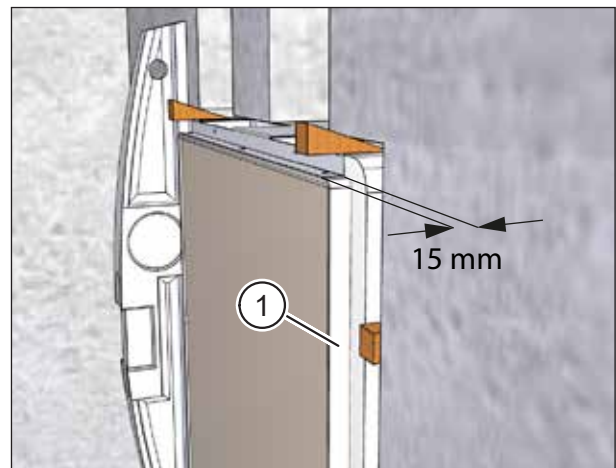

Abb. 24: Putzrahmentiefe 15 mm
Die Putzrahmentiefe beträgt 15 mm (siehe Abb. 24).
- ▶ Ist die Innenwand nicht lotrecht oder nicht eben, richten Sie die Frontfläche des Putzrahmens (Pos. 1 in Abb. 24) parallel zu einer senkrecht verlaufenden Putzschiene aus.